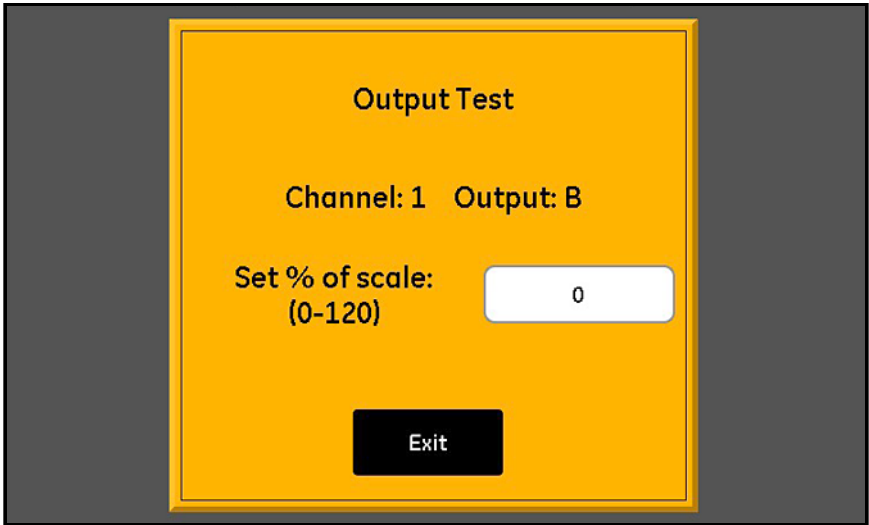

Figura 44: La schermata Test uscita
- 1. Toccare il **Canale (1-6)** e l'**Uscita (A o B)** da provare, quindi toccare il pulsante **Test** per aprire una schermata simile a quella nella *Figura 44*.